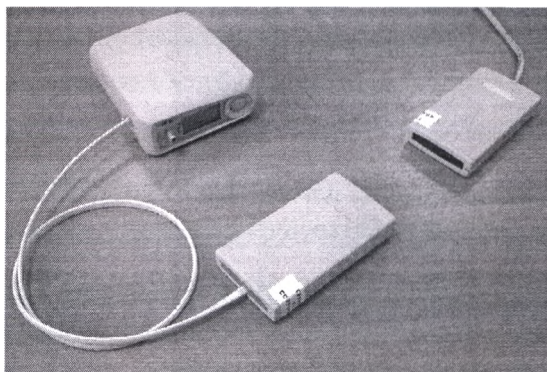

Рис. 10. Подключение монитора «БиПиЛАБ» через беспроводной ИК интерфейс
- при передаче данных между монитором и компьютером расположите оба адаптера беспроводного интерфейса (адаптер компьютера ВР.005.010 и адаптер монитора ВР.005.009) на небольшом расстоянии (до 20 см) таким образом, чтобы их окошки инфракрасных приемопередатчиков были направлены друг на друга (см. Рис. 10)